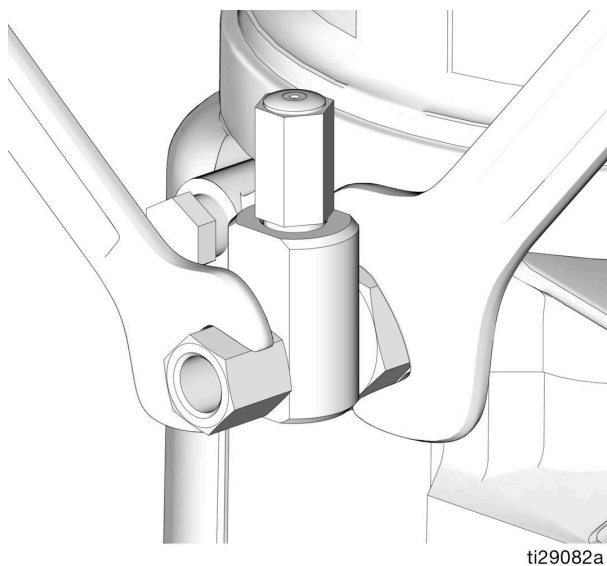

FIG. 22
1. Allentare il raccordo dell'elemento pompa (FIG. 22).
3. Stringere il raccordo dell'elemento pompa utilizzando due chiavi operanti in direzioni opposte (FIG. 22).